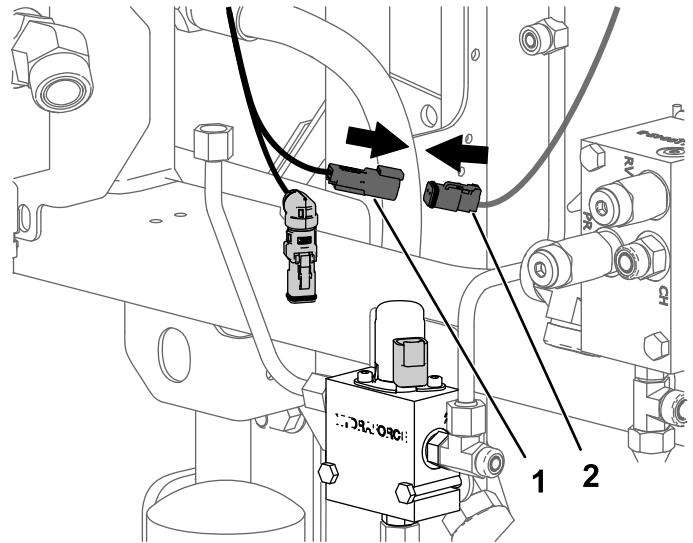

Figura 30
11. Collegate la spina che avete appena rimosso nella presa libera sul nuovo cablaggio preassemblato (Figura 30).